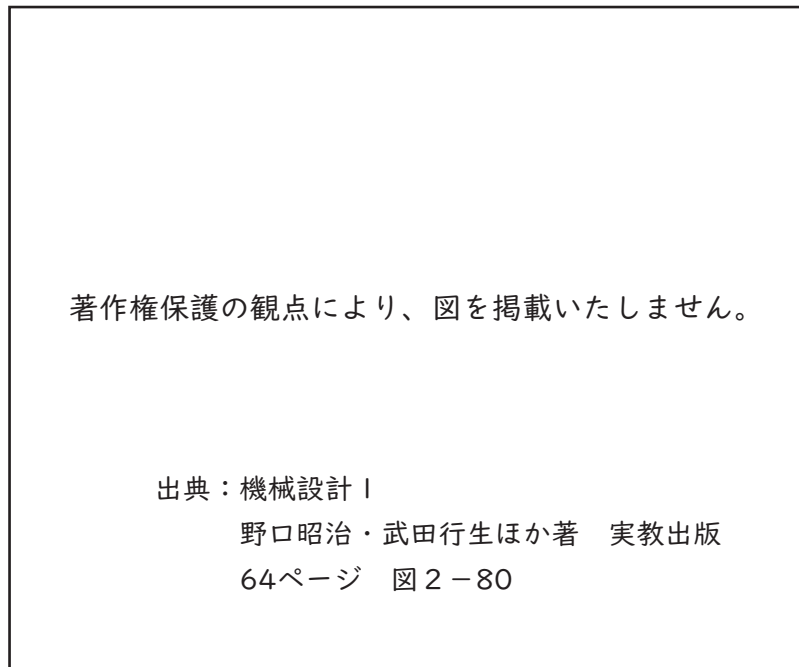

図2
(2) 次の図2に示す衝撃試験において、ハンマを点A（重心）から自由落下させ、最下点Oにある試験片を破断し、その後振り上がった点Bの位置を測って試験片を折るのに要したエネルギーを求める際に、ハンマの質量を10[kg]、点Aの高さを1[m]、点Bの高さを0.3[m]とするとき、試験片を折るのに要したエネルギー[J]の値として、最も適切なものを1～5から一つ選べ。ただし、重力加速度は $9.8[m/s^2]$ とし、摩擦などによる損失はないものとする。